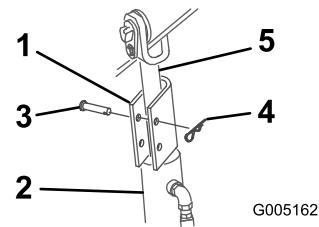

Bild 20
4. Bringen Sie über jeder Hubzylinderstange ein Hubarm-Zylinderschloss an (Bild 20).
5. Befestigen Sie jedes Hubarm-Zylinderschloss mit einem Lastösenbolzen und einem Splint (Bild 20).